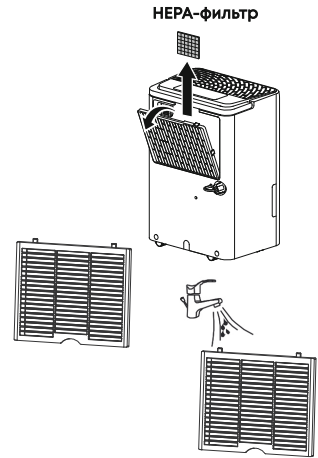

Рис. 5.
8. Чистка фильтра (Рис. 5). Достаньте нейлоновый фильтр, промойте его в мыльной воде, прополощите в чистой воде, высушите и вставьте на место. В среднем, необходимо проводить чистку нейлоновых фильтров не реже чем раз в две недели при постоянном использовании иначе производительность прибора может снизиться. Достаньте НЕРА-фильтр. Необходимо чистить НЕРА-фильтр каждые три месяца. Для его очистки используйте пылесос. После очистки фильтра установите фильтр перед использованием прибора.